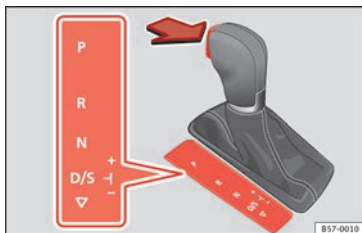

Bild 178 Väljarspакlås
– Tryck ner bromspedalen *och* håll samtidigt låsknappen i pilens riktning » **bild 178**.